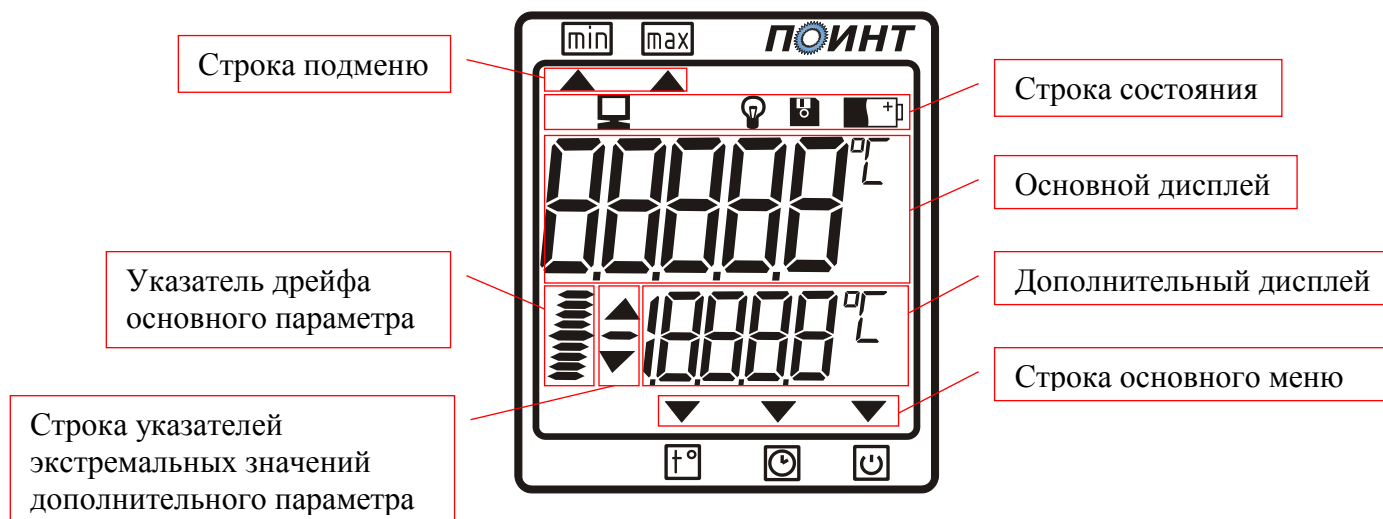

Рис.1
3.2. На лицевой панели измерителя расположен цифровой индикатор (рис.1), служащий для отображения информации и две кнопки управления. В верхней части прибора расположен разъем для подключения датчиков. На задней части измерителя находится крышка батарейного отсека.
4.3. Описание основного дисплея. Измеритель имеет три рабочих режима: режим измерения температуры, режим отображения текущего времени, режим выбора времени работы измерителя. Переключение между этими режимами производится нажатием левой кнопки измерителя. В зависимости от положения указателя «▼», который расположен в строке основного меню (рис.1), можно определить, в каком режиме находится измеритель. Так при положении указателя над значком  прибор будет настроен на режим измерения температуры,  - режим отображения текущего времени,  - режим выбора времени работы измерителя. В зависимости от выбранного режима на основном дисплее отображается текущее значение измеряемого параметра. В режиме отображения текущего времени при нажатии на правую кнопку на индикаторе отображается текущий месяц, число и год. Установка этих параметров приведена в п. 7.2.